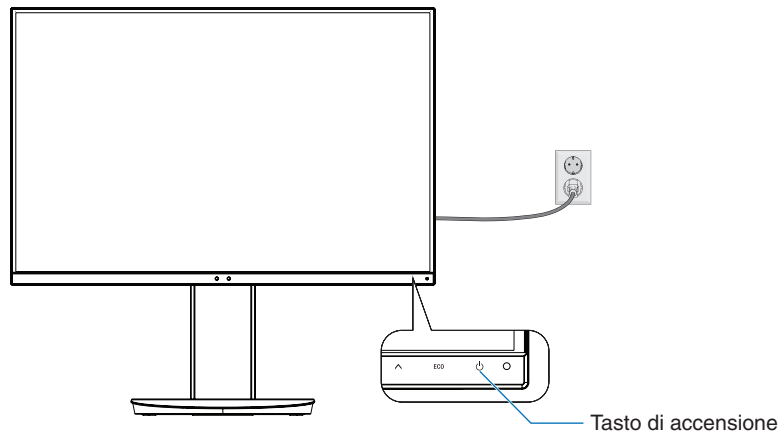

Figura E.1
8. Accendere il monitor toccando il pulsante di alimentazione, quindi accendere il computer (**Figura E.1**).